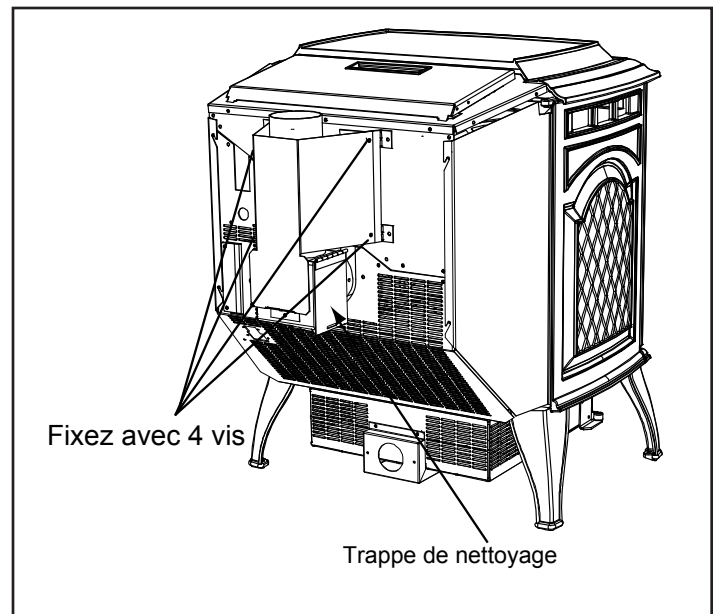

Figure 7.2
5. Percez deux trous avec une mèche #26 à travers l'orifice d'évacuation arrière en utilisant les deux trous déjà présents dans le court tuyau horizontal du raccord du tuyau d'évacuation supérieur comme guide. Installez les quatre vis. **Figure 7.2.**